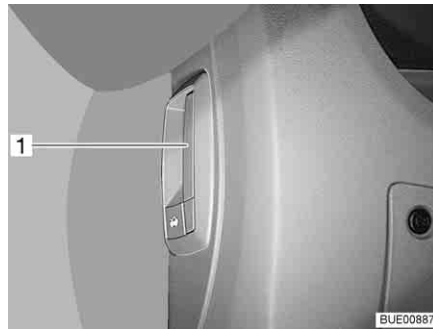

Fig. 38 Palanca de desbloqueo del capó del motor (en el vehículo)
- Tirar de la palanca (Fig. 38,1) a la izquierda o al lado del salpicadero.